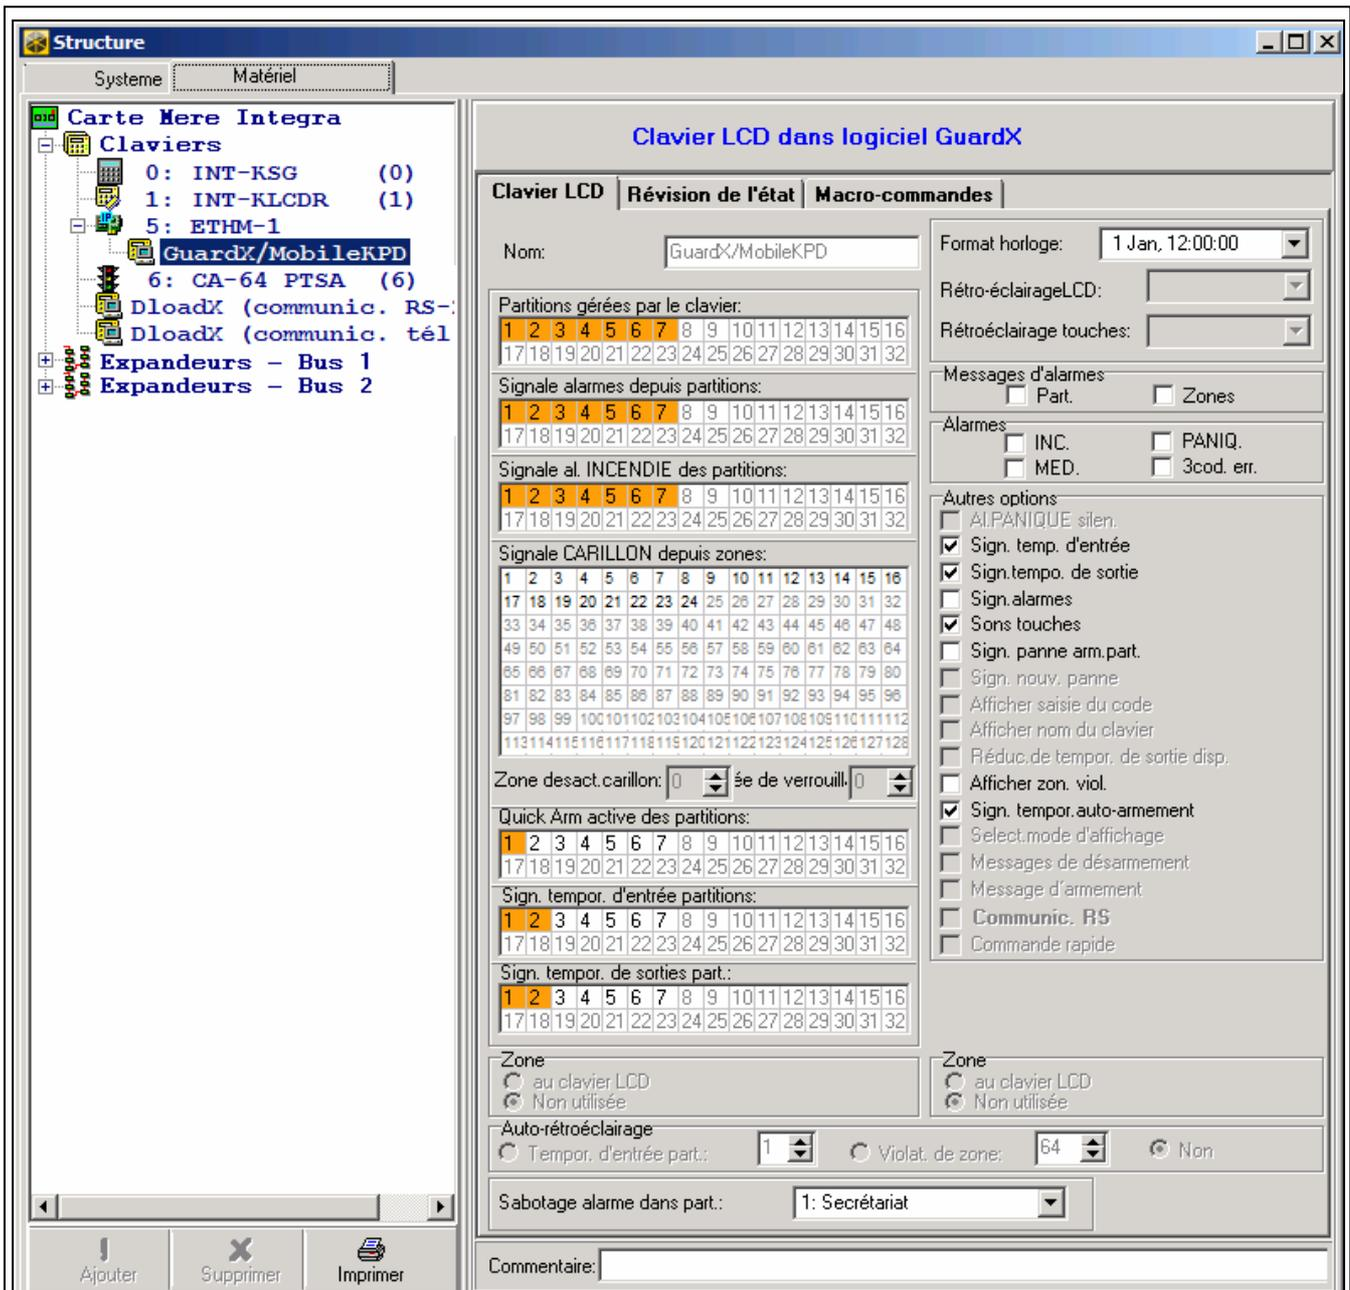

Fig. 6. Logiciel DLOADX : réglages du clavier virtuel accessible dans le logiciel GUARDX, le navigateur WWW ou le téléphone mobile.
- *logiciel DLOADX : cliquer sur la branche « GuardX/MobileKPD » (→fenêtre « Structure » →onglet « Matériel » →branche « Claviers » →branche « GuardX/MobileKPD » – voir : fig. 6).*